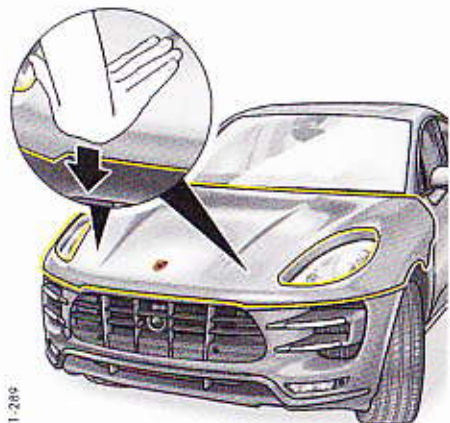

Fig. 40 : Fermeture du capot moteur
- Laissez retomber le capot moteur à mi-hauteur dans les deux serrures sous son propre poids. Si nécessaire, appuyez sur le capot moteur dans la zone des deux serrures, avec la paume de la main (Fig. 40).